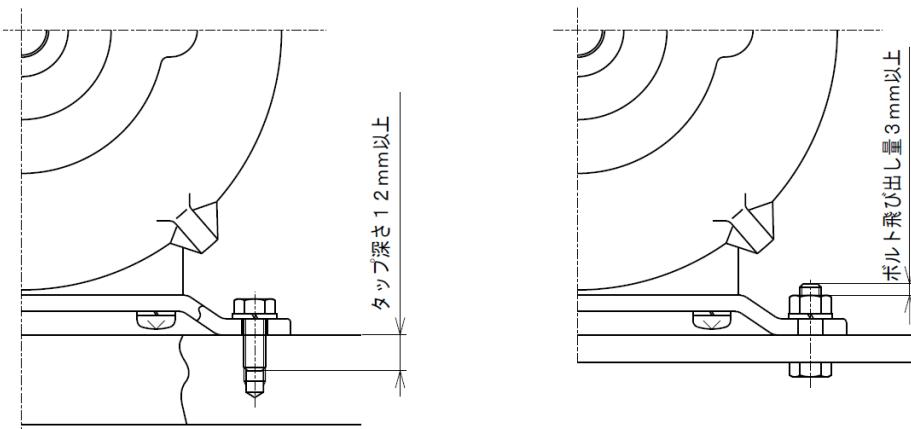

図2：固定方法
(2) ボルト&ナットで固定する場合は、図2のようにナット側にボルトの先端が 3 mm程度出る長さのボルトを使用してください。又、ベース面にタップ穴加工をして取付ける場合、図2のようにタップ深さは 12 mm以上必要です。